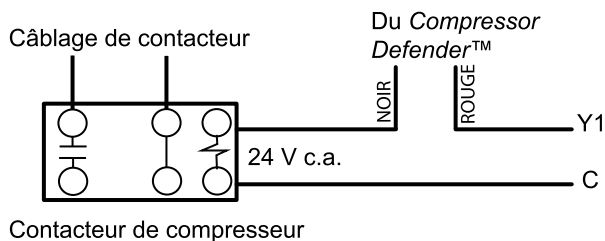

Figure 4. Câblage installateur 24 V c.a.
5. Raccorder le fil de thermostat 24 V c.a. fourni. Épissurer les fils de commande de thermostat du *Compressor Defender™* sur le fil de thermostat de la borne Y1 comme sur la Figure 4.